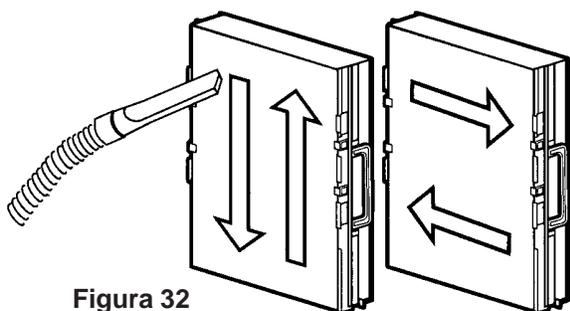

Figura 32
1. Usando una aspiradora, aspire con movimientos uniformes a lo largo las CELDAS COLECTORAS. Al terminar la limpieza con movimientos en una sola dirección, repita el proceso con movimientos en la dirección opuesta como lo muestra la **Figura 32**.